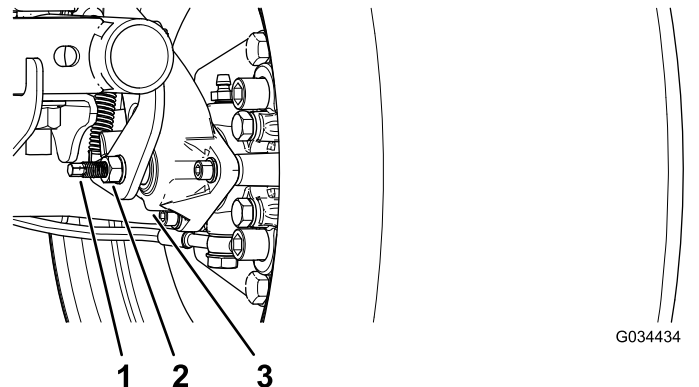

Bild 49
- Verwenden Sie zwei Schraubenschlüssel und arretieren Sie die Strebe an der Bremsbacke mit einem Schraubenschlüssel und lösen Sie die Klemmmutter um eine Vierteldrehung mit dem anderen (Bild 49).
- Halten Sie die Strebe zum Einstellen und die Klemmmutter fest und drehen Sie die Strebe zum Einstellen, um sie anzuziehen (Bild 49).
- Halten Sie die Strebe zum Einstellen und die Klemmmutter fest und drehen sie um eine Vierteldrehung heraus (Bild 49).
- Halten Sie die Strebe zum Einstellen und die Klemmmutter fest und ziehen Sie die Klemmmutter an (Bild 49).